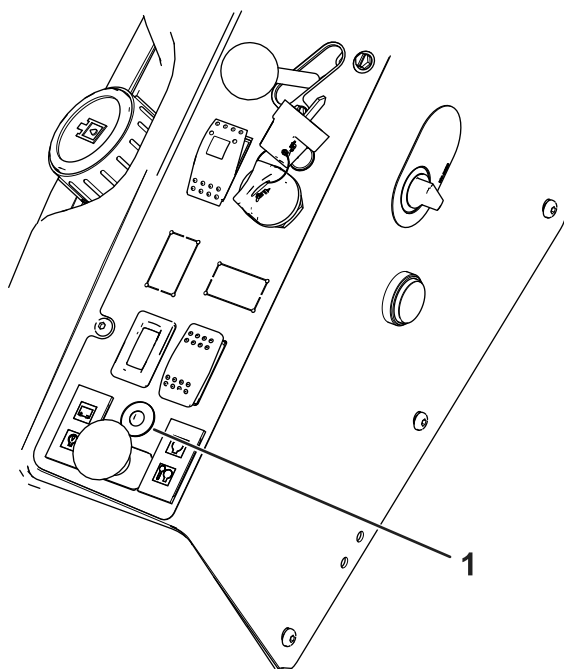

Figura 11
- i. La luce LED (Figura 11) lampeggia durante la calibrazione del sensore.
La spia e l'allarme indicano la pericolosità della pendenza (Figura 11):